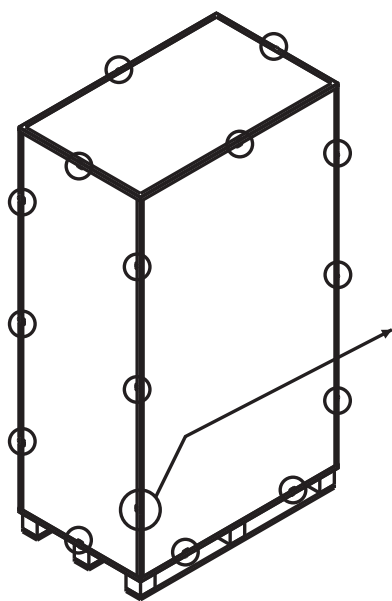

Figura 4.1
1. Una vez que el sistema haya llegado al lugar de instalación, puede retirarse de la caja de embalaje. Siga el procedimiento de desempacado descrito abajo para retirar el cartón principal (Figura 4.1) y materiales de protección (Figura 4.2).